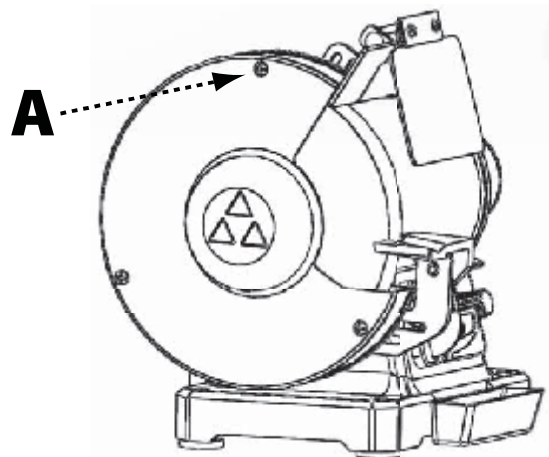

FIGURA 4
1. Retire los (3) tornillos (A) que sujetan la cara exterior de la guarda del disco al marco de la herramienta. Vea la Figura 4.